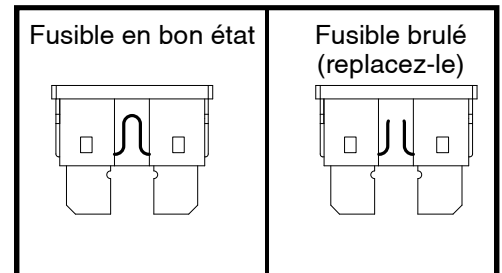

Figure 15. Remplacement de fusible
3. Examinez le fusible dans le porte-fusible. **Voir figure 15.** Si le fusible est soufflé, il faut le remplacer